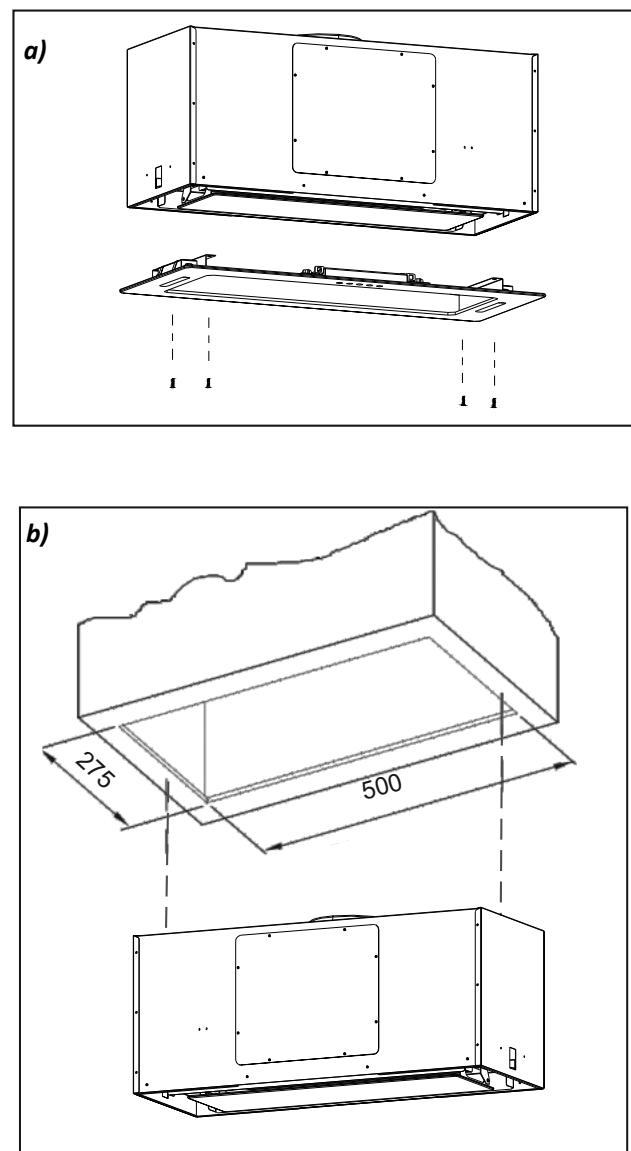

Рис. 8 Схема монтажа вытяжки
1. Перед установкой необходимо сделать отверстие в кухонном шкафу в соответствии с (Рис. 8.)
2. Открутите 4 винта от стеклянной панели, после чего снимите её (Рис. 8.a).
4. Установите вытяжку в кухонный блок с отверстием 500x275 мм (Рис. 8.b).